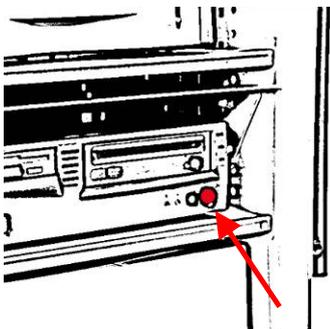

Abb.3
- Alle Komponenten werden automatisch gestartet. Lediglich der Rechner muss extra eingeschaltet werden. Abb.3
- Fahren Sie den Computer herunter mit „**Start/Computer ausschalten**“ oder drücken Sie den Ein/Aus Schalter am Rechner (Kapitel 2.1 Abb.3).